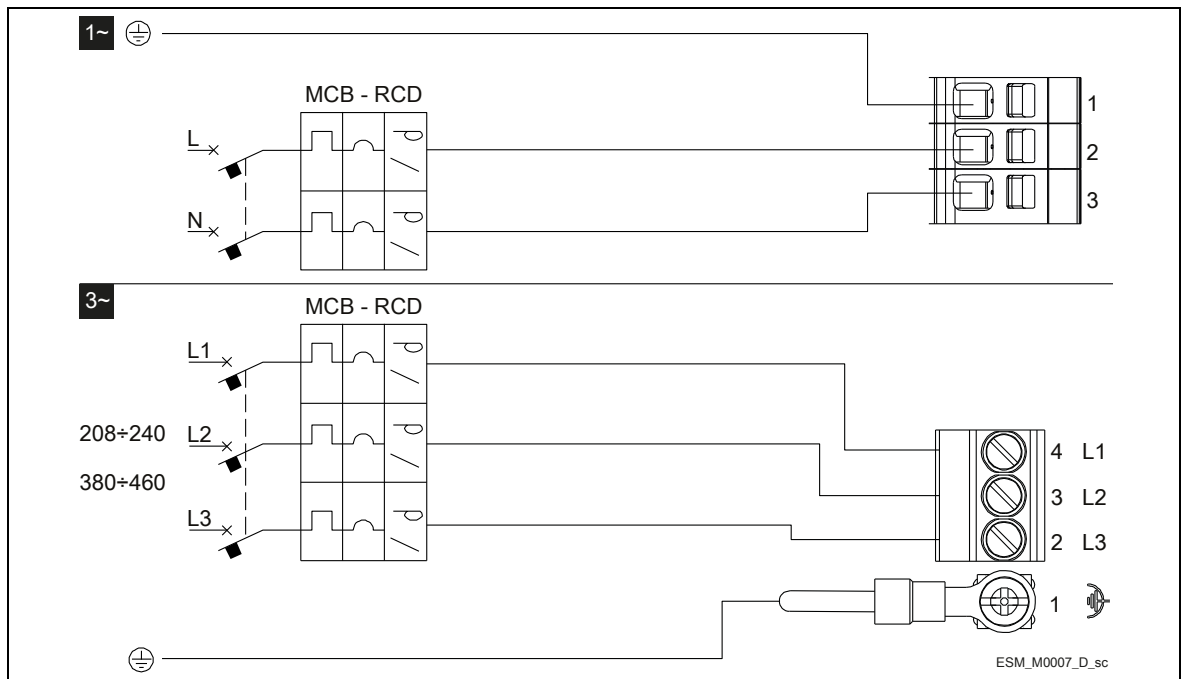

Abb. 9: Schaltplan
2. Das Stromkabel in die Kabeldurchführung M20 (5) einführen.
3. Das Kabel entsprechend dem Schaltplan verbinden.	Abb. 9